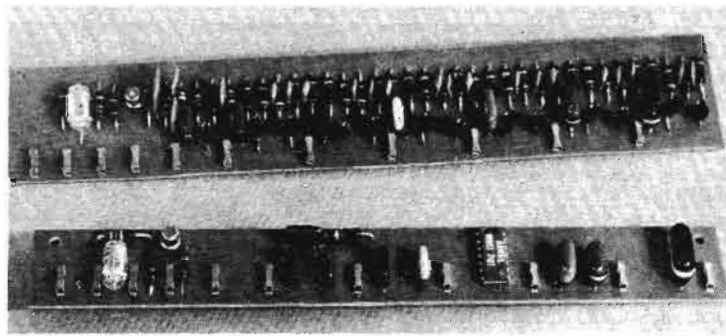

Fig. 1 (photo). - Le nouveau générateur Armel à circuit intégré.
La figure 1 montre, côte à côte, deux plaquettes de générateur à 7 notes d'un orgue « Kitorgan ».
Fig. 1. — Schéma de principe de l'amplificateur. Pour la liaison AC107 à BC107 (1) le + du condensateur électronique de 4 µF est à relier au collecteur de l'AC107.
Examinons le schéma qui est représenté figure 1. On peut se poser la question : pourquoi un push-pull pour obtenir quelques milliwatts ? Nous disposons, au départ, de l'écouteur à basse impédance : 10 Ω, c'est lui qui nous a orienté. Les transistors AC127 et AC128 viennent d'un vieux récepteur cassé.